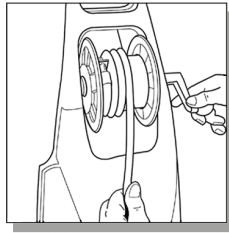
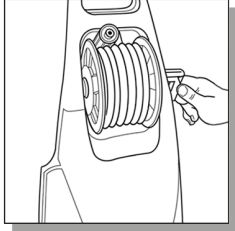

Fig. 26
Fig. 27
- La manguera de presión esté almacenada en el carrete de manguera situado encima del soporte para accesorios. Con la parte frontal de la hidrolavadora mirando hacia arriba, inserte el extremo roscado de la ONU de la fuente de la manguera en el orificio cuadrado en el interior del carrete y comenzará a girar la manija (Fig. 26). Después de que usted haya el molinete gira alrededor de 1/4 de vuelta, con el montaje insertado en el agujero cuadrado, colocar la manguera por debajo de la muesca en el lado de la bobina para mantenerla en su lugar mientras su desaparición (Fig. 27). Cuando haya terminado de bobinado, empuje la manija hacia adentro para bloquearlo en su sitio. Recuerde: el carrete de manguera es sólo para almacenar la manguera de alta presión. La manguera debe ser completamente eliminado desde el carrete de manguera cada vez que utilice la hidrolavadora.